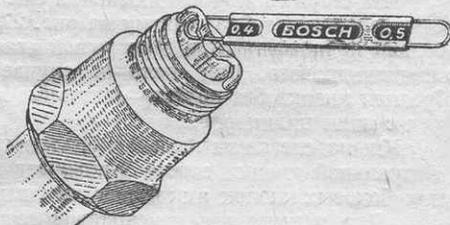

Рис. 272. Шаблон (лекало) для проверки расстояния (зазора) между электродами свечей.
3. Электроды не должны прикасаться друг к другу. Расстояние между электродами должно равняться при батарейном зажигании 0,6—0,7 мм, а при зажигании от магнето 0,4—0,5 мм. Время-от-времени надо проверять правильность зазора между электродами и в случае необходимости соответствующим образом отгибать электроды на массу. На рис. 272 показано лекало Бош для проверки расстояния между электродами. Проволочка 1 0,4 мм должна легко проходить между электродами; проволочка же в 0,5 мм не должна проходить вовсе.